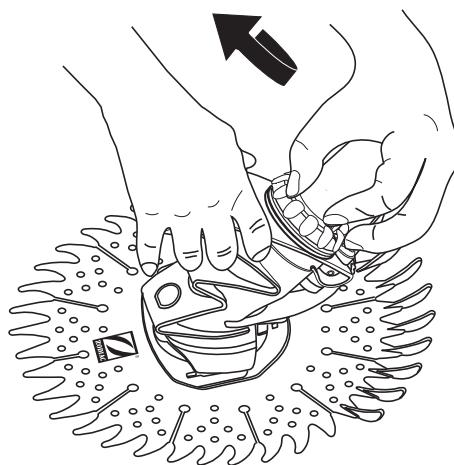

Figure 12
- Vérifier le rondelle de butée est resté à l'intérieur de l'écrou manuel. Insérez la cassette dans le boîtier, remplacez l'écrou manuel et puis le vissez serré.(Voir la Figure 12).